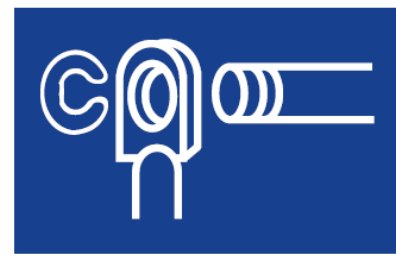

Fig. 6
3. Conector con ojal y abrazadera (Fig. 6)